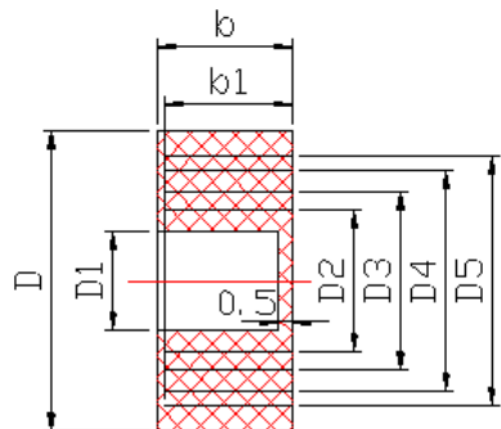

图 3
6.2.6 电缆的外径要与密封圈（图 3）的孔径相符。使用电缆最小直径为 D1，最大直径为 D5，密封圈材质为橡胶 XH-21，规格及尺寸见表 5（可根据引入电缆外径大小剥去密封圈同心圆）。配合直径差不大于 1mm，当压紧接线头后，应保证密封圈与电缆之间及密封圈与接线盒座之间无间隙，否则将失去隔爆性能。